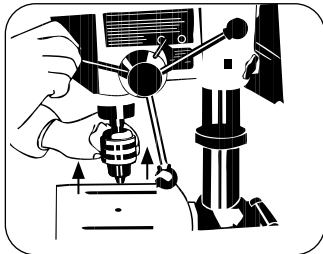

FIGURA 7.7
- Encaje el eje árbol al eje del mandril, oprimiendo hacia arriba hasta que éste y el eje árbol sean acoplados (Figura 7.7).